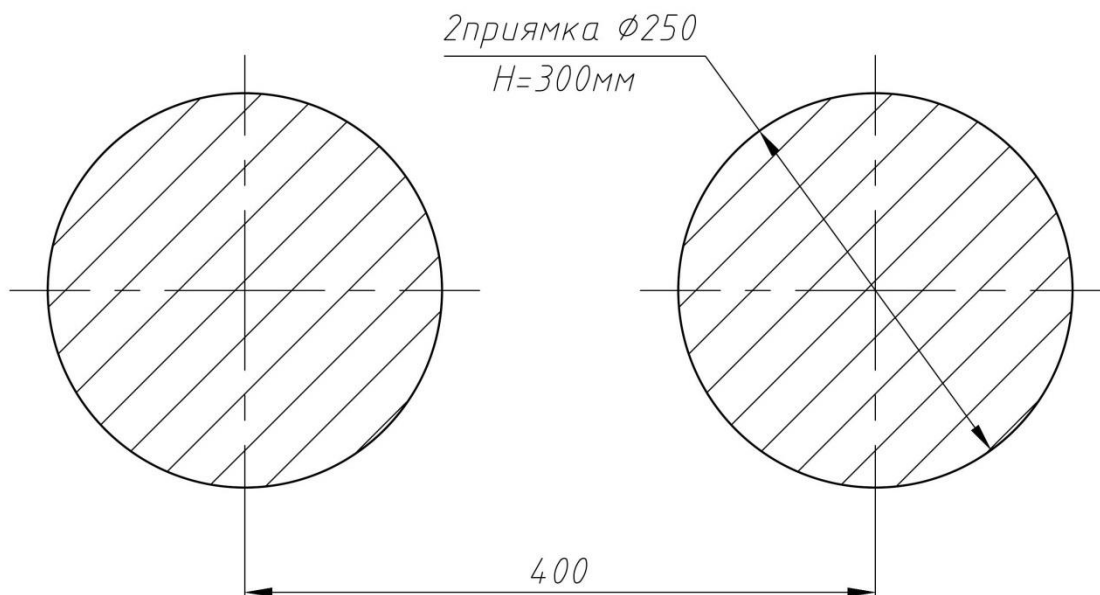

Рис.2 План фундамента урны РТР 061
12.5. Стойку урны опустить в заранее приготовленные фундаментные приямки, выставить по нивелиру горизонтальность основания стойки, забетонировать. Фундаментные приямки выполняются в соответствии с планом фундамента (рис. 2).